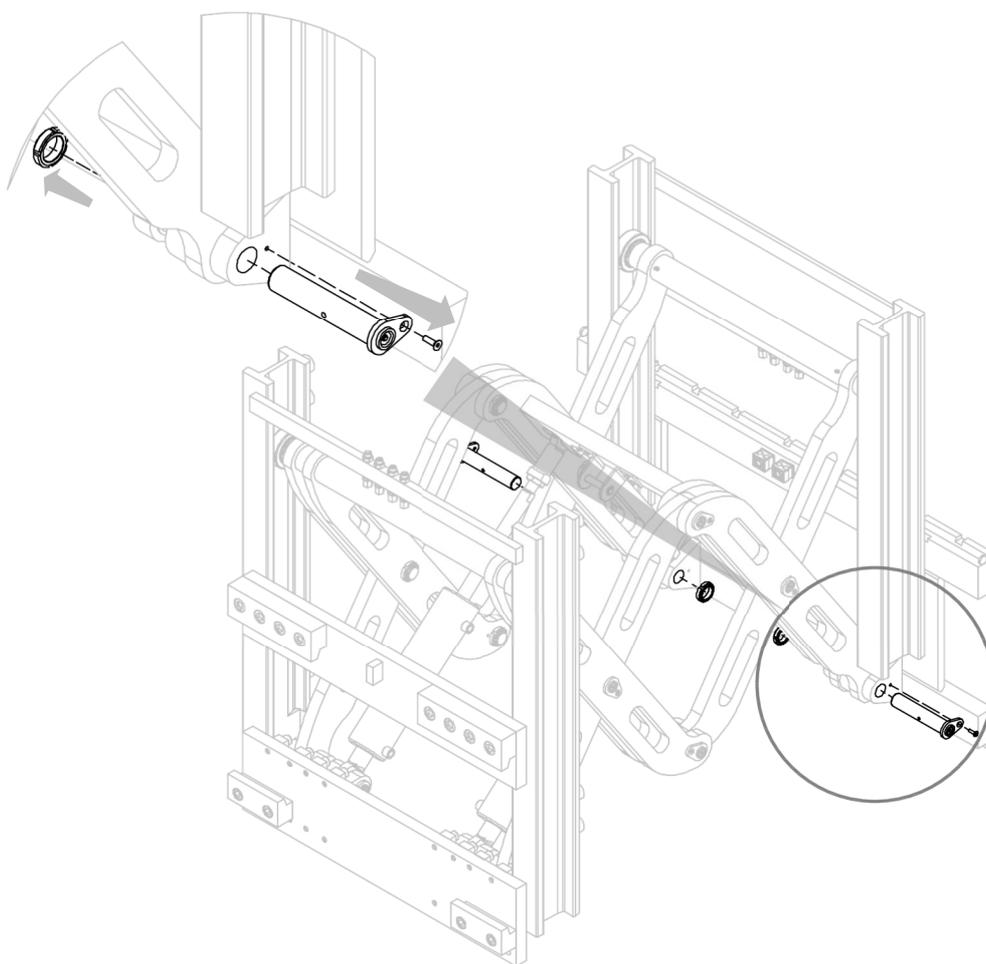

Figure 7
2. Retirer les goupilles (avec les vis et les bagues correspondantes) indiquées sur la figure 7.